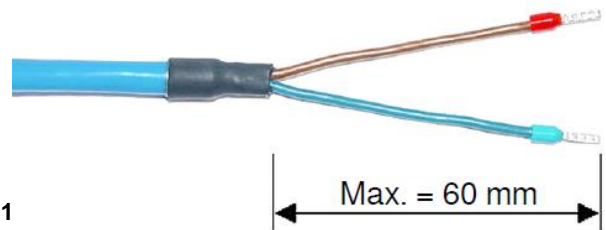

Fig.1
- Kabelforberejdelse: Som vist på fig. 1 og vedhæft kabeltips.